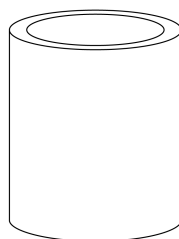

Рис. 4. Принадлежность для обжима Qualcrimp
- **Принадлежность для обжима Qualcrimp (рис. 4)**